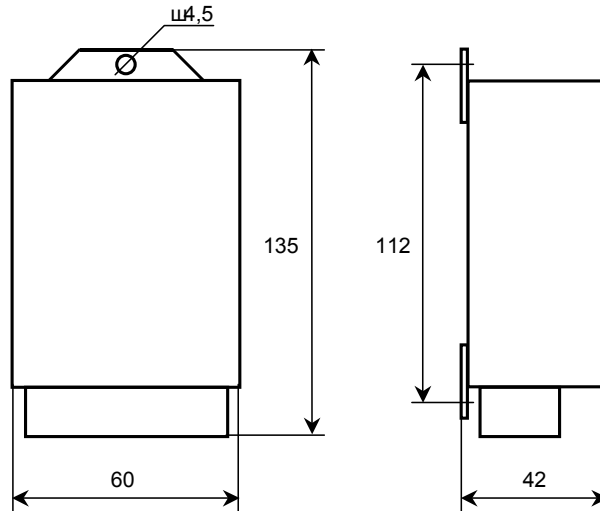

Рисунок 2 - Габаритные и установочные размеры ПИ
4.1 Разметка места крепления должна производиться в соответствии с установочными размерами, приведенными на рис.2.